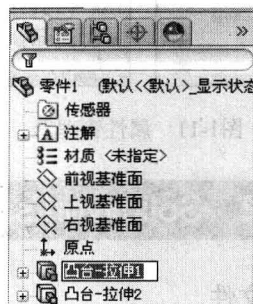

图1-9 更改项目名称
- ◆ 如要更改项目的名称，在名称上缓慢单击两次，然后输入新的名称即可，如图 1-9 所示。